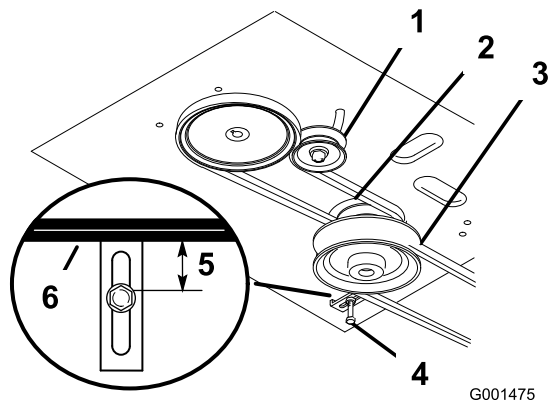

Figure 37
4. Enlevez la courroie du plateau de coupe (voir Remplacement de la courroie du plateau de coupe) (Figure 37).
5. Desserrez le boulon de pivot jusqu'à ce que la poulie de tension puisse coulisser dans la fente et déposez la courroie de transmission du moteur et des poulies d'entraînement (Figure 37).
6. Montez la courroie d'entraînement neuve sur les poulies de moteur et d'entraînement (Figure 37).
7. Insérez la poulie de tension dans le bâti du moteur pour tendre la courroie de transmission (Figure 37).
8. Installez la courroie du plateau de coupe (Figure 37).
9. Vérifiez que le guide de courroie sous le bâti du moteur est réglé correctement (Figure 37).